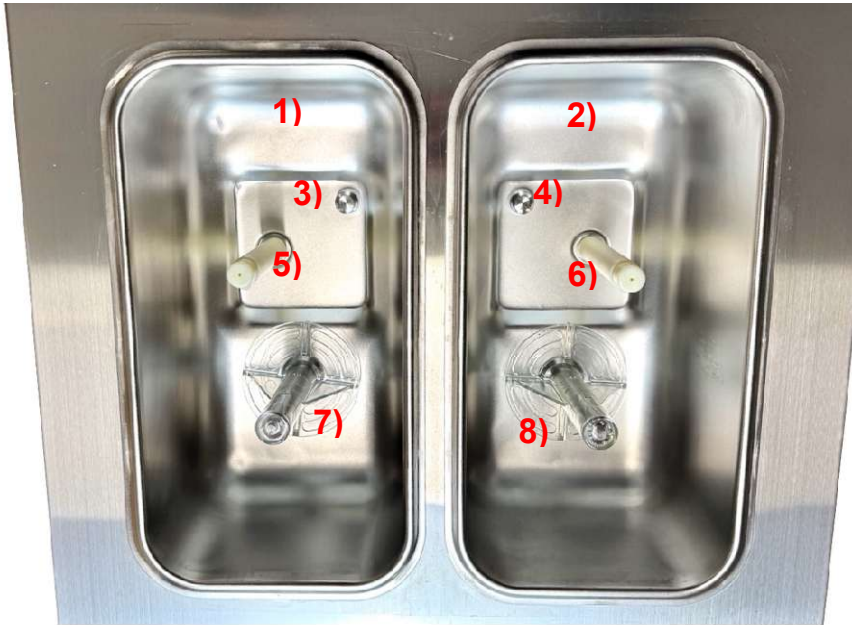

Abbildung 5-1
- Die Mindestmenge der zubereiteten Eismischung pro Seite beträgt mindestens 3 Liter und muss über dem Füllstandssensor (Abb. 5-1, 3+4) liegen.
1. Nachfüllrohr in den Vorratsbehältern (Abb. 5-1, Nr. 5 + 6) entfernen, das innere Rohr herausziehen und grob reinigen.
6. Rührwerke in den Vorratsbehälter (Abb. 5-1, 7 + 8) entfernen.